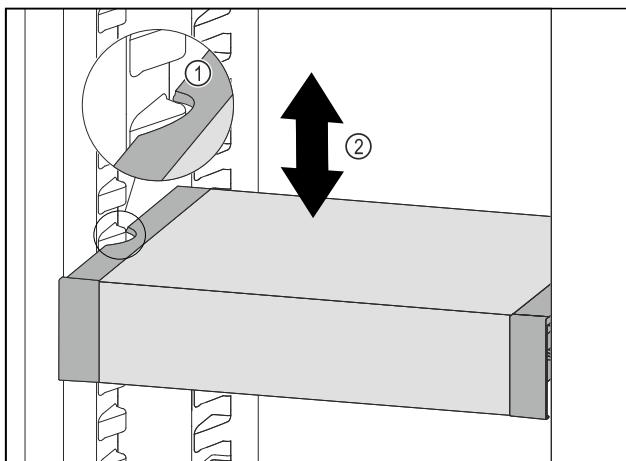

Fig. 111
- ▶ 向前移动 VarioSafe，直到 VarioSafe 两侧的凹槽与冷藏区中的容器肋梁持平。Fig. 111 (1)
- ▶ 在冷藏区中向上或向下移动 VarioSafe，直至所需高度。Fig. 111 (2)